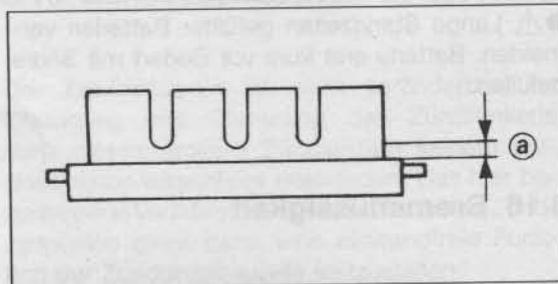

Bild 36
- Belagstärke der Scheibenbremsen regelmässig kontrollieren. Am Vorderrad von schräg vorn Nutstärke des Belags kontrollieren, hinten Gummiverschluss-Stopfen abnehmen (Bild 36) und
Belagstärke kontrollieren. Klötze austauschen, wenn Belagstärke die Markierung erreicht hat (Verschleissgrenze vorn: 1 mm; hinten: 0,8 mm; Bild 36).